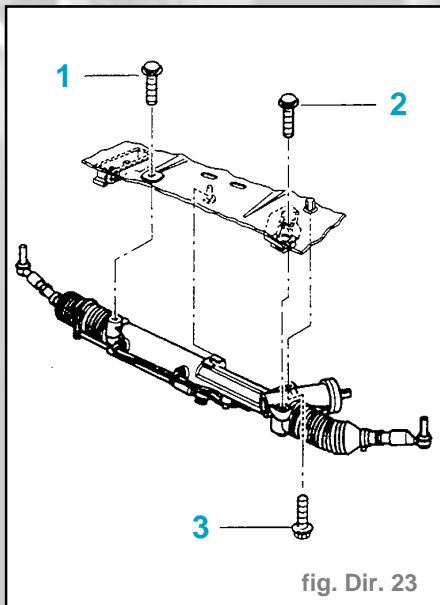
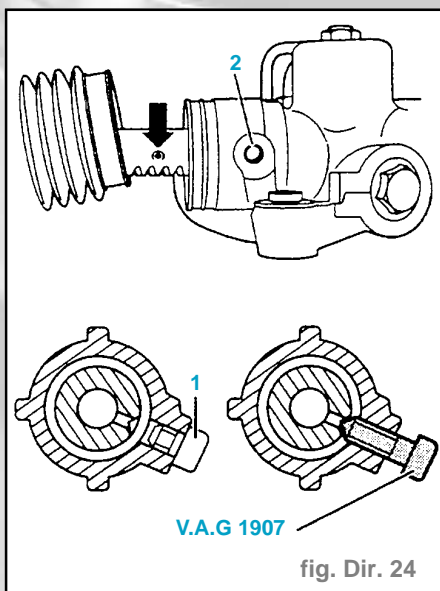

fig. Dir. 23
fig. Dir. 24
- Desserrer les points de fixation (1), (2) et (3) du mécanisme de direction (fig. Dir. 23).
- Centrer le mécanisme de direction déposé avec l'outil **V.A.G 1907** (fig. Dir. 24).
- Mettre en place les vis (1) et (2), mais ne pas encore les serrer (fig. Dir. 23).
- Visser la vis (3) et la serrer à **6,5 daN.m**.
- Serrer alors les vis (1) et (2) à **6,5 daN.m**.
- Dévisser alors l'outil **V.A.G 1907** du mécanisme de direction (fig. Dir. 24).
- Obturer le mécanisme de direction avec la vis à six pans creux (1) couple de serrage : **1,8 daN.m**.